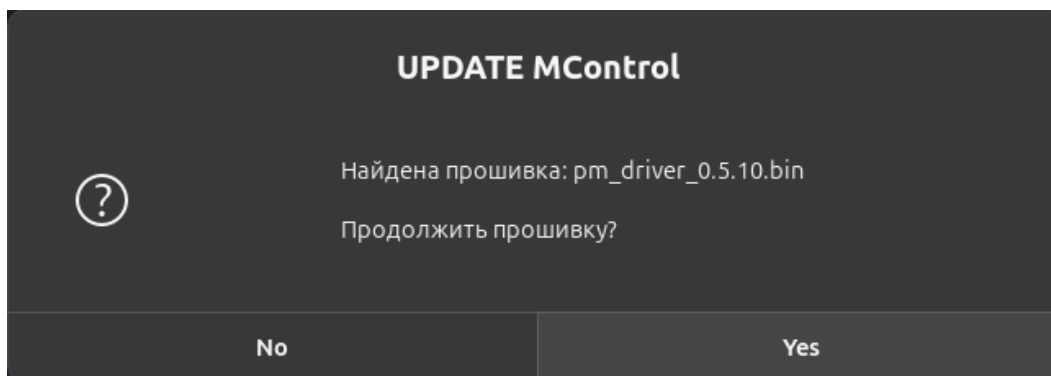

Рисунок II-59 – Уведомление прошивки
- 2) Выберите одно или несколько устройств и нажмите «ОК». Отобразится уведомление «Найдена прошивка: ... Продолжить прошивку?» (см. Рисунок II-59).